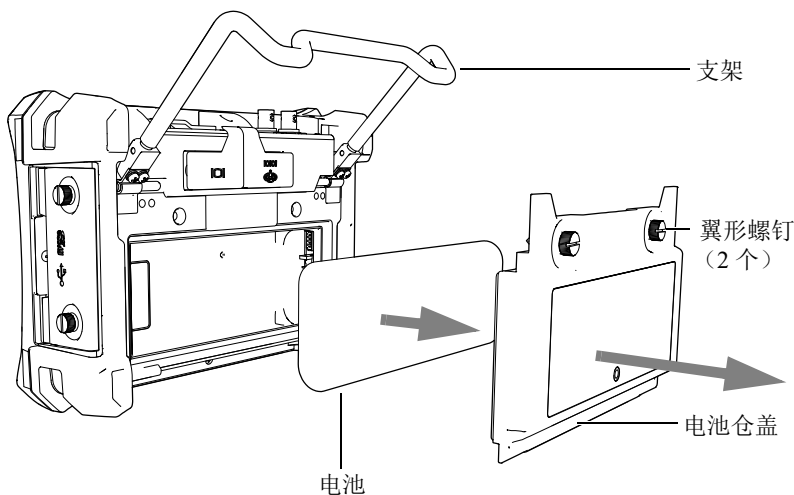

图 1-7 拆下锂离子电池
2. 在仪器背面，拧松的固定电池仓盖的两个翼形螺钉（参见第 27 页的图 1-7）。
3. 拆下电池仓盖（参见第 27 页的图 1-7）。
6. 盖好仪器背后的电池仓盖，然后拧紧两个翼形螺钉，完成安装步骤（参见第 27 页的图 1-7）。